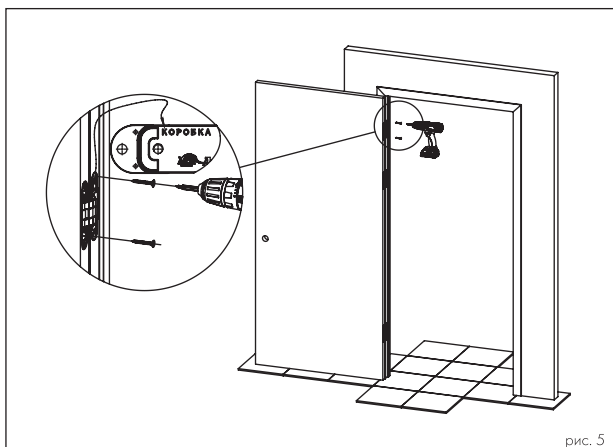

рис. 5
3. Установить дверное полотно с петлями в соответствующие пазы на дверной коробке согласно маркировке и зафиксировать их саморезами 5x40 (см. рис. 5).